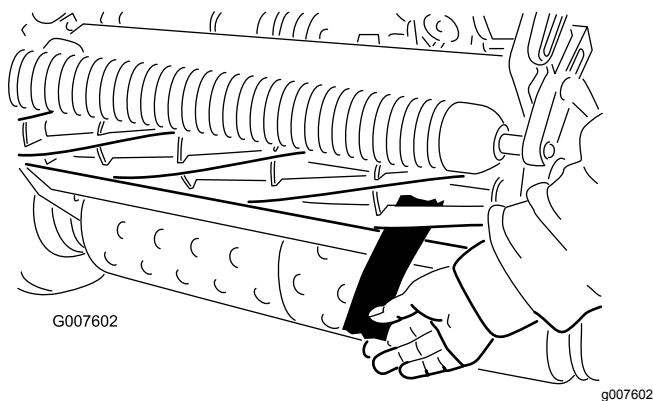

Рисунок 53
12. Проверьте характеристики скашивания, вставив длинную полоску бумаги между барабаном и неподвижным ножом перпендикулярно неподвижному ножу (Рисунок 53). Медленно проверните барабан вперед. При этом бумага должна разрезаться.